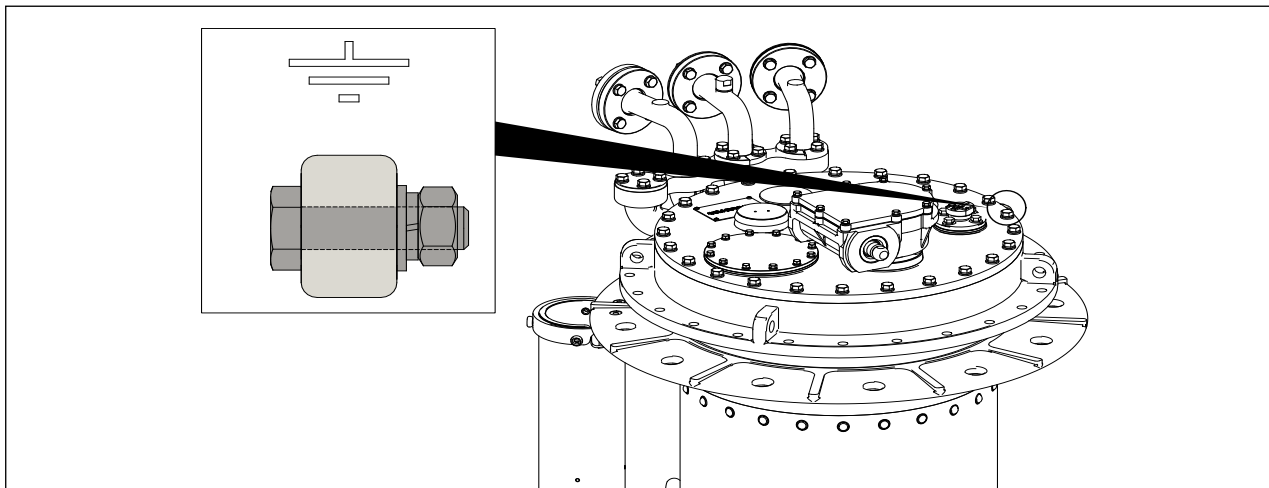

图 9-3 接地线连接
1. 使用 19mm 开口 / 套筒扳手，安装 M12 接地螺栓，扭矩：50~60Nm，将 OLTC 头部的接地螺栓连接到变压器箱盖上（见图 9-3）。